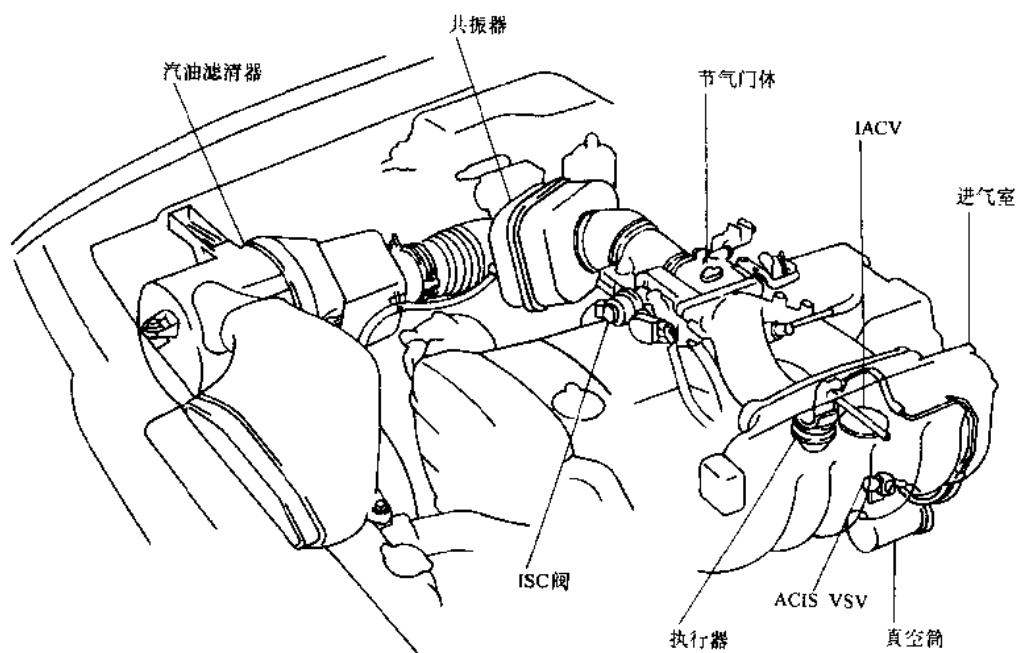

图 2-4 进气系统
2. 进气系统 (图 2-4) 经空气滤清器过滤的空气流经共振腔, 然后流入进气室。进气量取决于节气门体上的节气门开度和发动机转速。